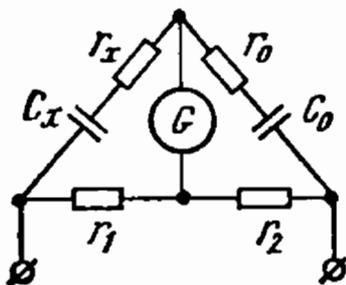

Рис. 12.29
12.29. Для измерения параметров конденсатора была собрана схема рис. 12.29.